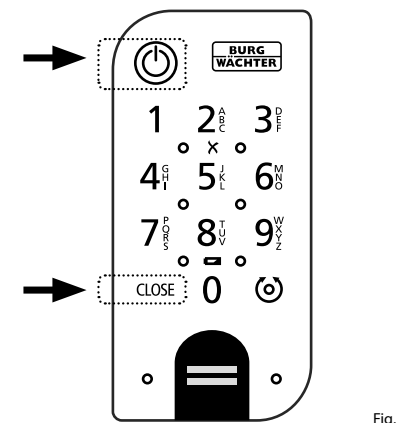

Fig. 7
- 1 Ative o teclado a pressionar a tecla ON ou a tecla CLOSE (Fig. 7).